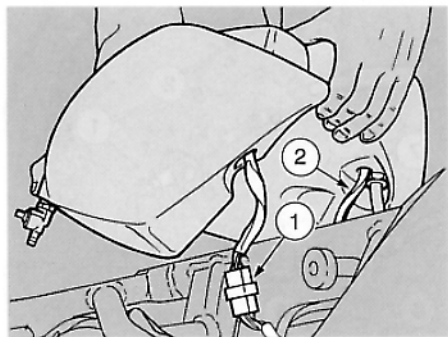

Fig. 37
- ◆ Soulever légèrement le réservoir (Fig. 37) et débrancher le connecteur des témoins (1-Fig. 37) et celui du câble des lumières du tableau de bord (2- Fig. 37).